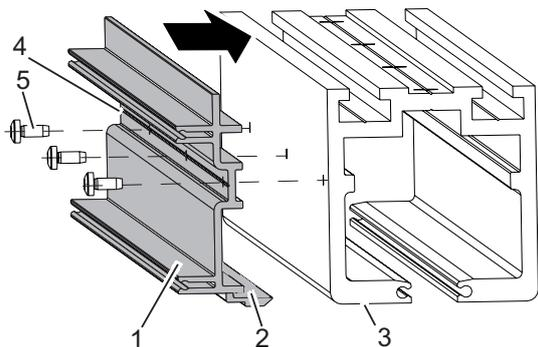

Fig. 42: Pose du capot isolant pour rail de roulement
1. Positionner l'élément en plastique (Fig. 42/1) sur le rail de roulement de manière à ce que la surface (Fig. 42/2) repose sur l'arête inférieure (fig. 10/3) du rail de roulement.
2. Placer le foret dans la rainure en plastique (Fig. 42/4) et percer des trous de $\varnothing 4,6$ mm dans le rail de roulement à intervalles de 400 mm.
4. Fixer l'élément en plastique avec les vis auto-taraudeuses M5 (Fig. 42/5). Visser avec un embout TX25.
☞ Tourner légèrement les vis de serrage (fig. 42/1) sur les supports d'élément fixe avec une clé fig. 42/2 pour que l'élément fixe puisse être aisément enlevé du rail de roulement.